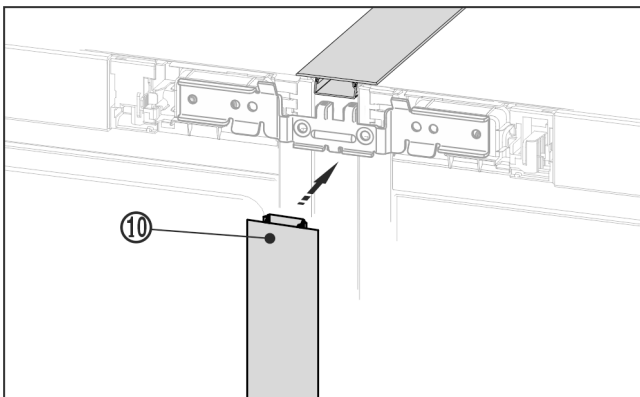

Fig. 23
- ▶ Na prednej strane zatlačte do vertikálnej medzery dlhú kryciu lištu Fig. 23 (10). Dbajte na to, aby lišta spočívala na spojovacom plechu.